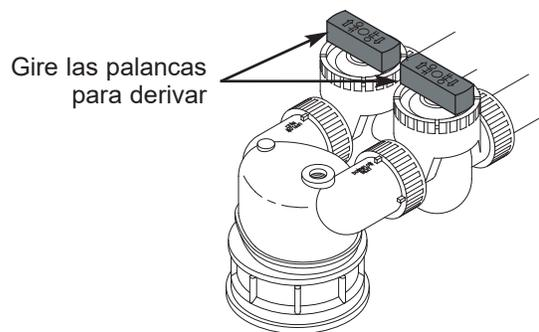

FIG. 8
2. Derive el sistema girando ambas palancas de derivación en forma perpendicular al flujo de agua (vea la Fig. 8).